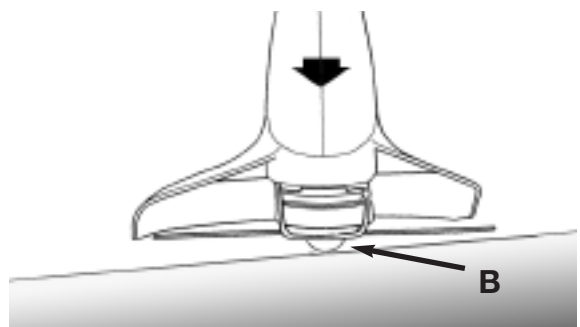

Fig. 9
PRECAUCIÓN : Una línea corta o gastada realiza un corte menos eficiente. Para mejorar su rendimiento en futuros usos, golpee el botón de la bobina (A) con suavidad en el suelo mientras la bordeadora esté funcionando. (Fig. 9)